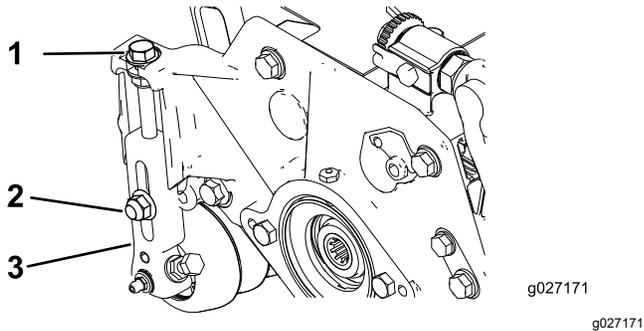

Figure 15
1. Desserrez les contre-écrous qui fixent les bras de hauteur de coupe aux plaques latérales de l'unité de coupe (**Figure 15**).